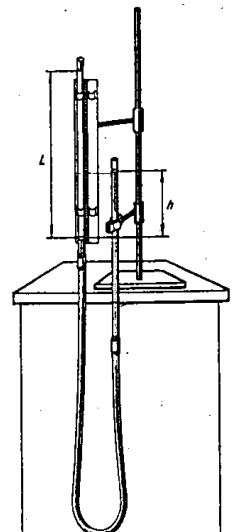

рис.5
1. Зарисуйте схему опыта (рис.5).